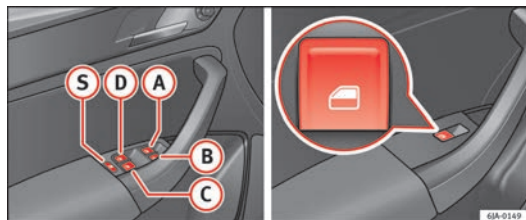

Fig. 53 Comandi sulla porta del conducente/sulle porte posteriori
- In caso di bambini a bordo seduti sui sedili posteriori, per ragioni di sicurezza, si consiglia di utilizzare il tasto di sicurezza **S** ⇒ fig. 53, che disattiva i comandi dei finestrini posteriori.
Premendo il tasto di sicurezza (S) ⇒ fig. 53 è possibile disattivare i comandi delle porte posteriori. Premendo di nuovo il tasto di sicurezza (S) si riattivano i comandi delle porte posteriori.